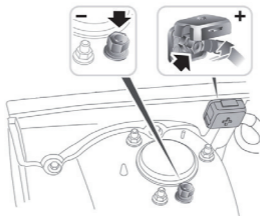

Figura 4.1.2
- **NON EFFETTUARE IL TEST ATTRAVERSO I POLI DI AVVIAMENTO.** Per i modelli che tengono la batteria sotto il sedile o nel bagagliaio, il produttore di solito include i morsetti del conduttore del connettore di avviamento sotto il cofano (vedere la figura 4.1.2)